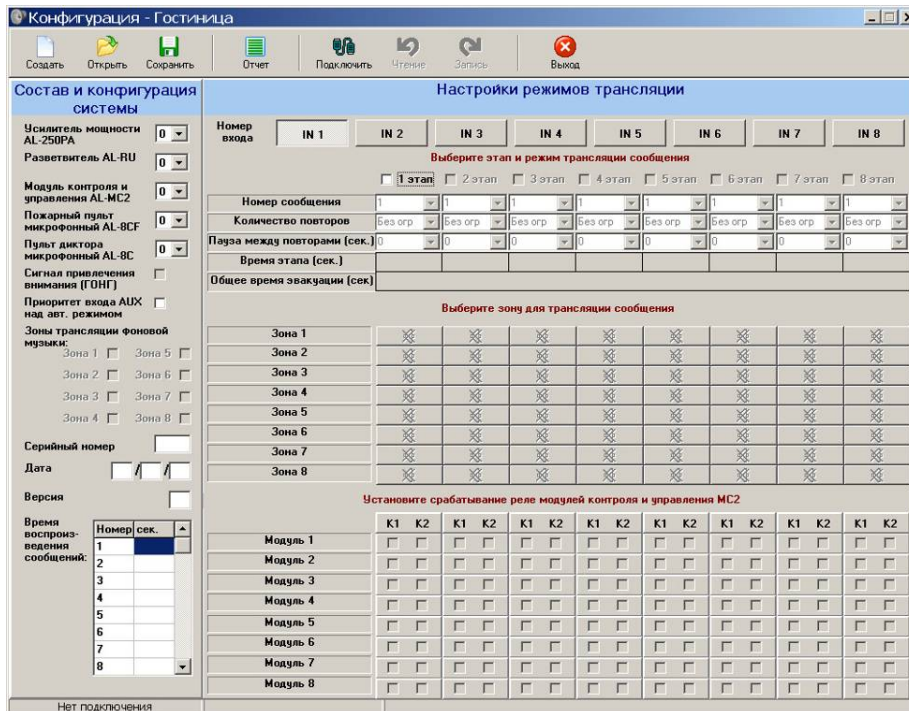

Рис. 26
- Появится новое окно – Главное окно проекта (Рис. 26).